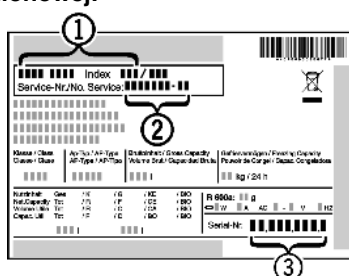

Fig. 24
- ▶ Odczytać z tabliczki znamionowej oznaczenie urządzenia Fig. 24 (1), nr serwisowy Fig. 24 (2) oraz numer seryjny Fig. 24 (3). Tabliczka znamionowa znajduje się po lewej stronie wewnątrz urządzenia.